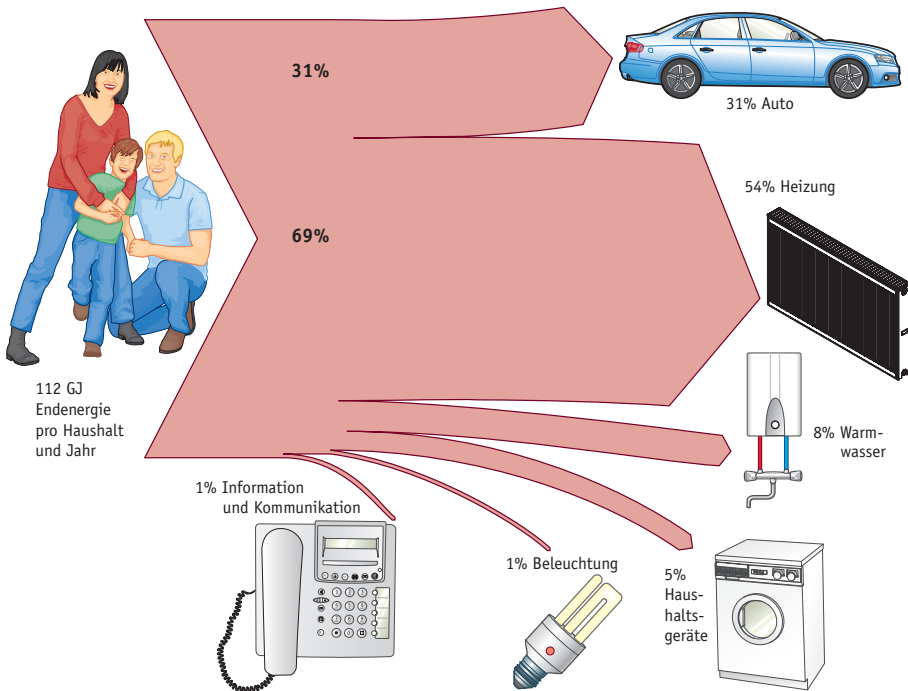

Abb. 2.10 ► Anteile des Energieverbrauchs eines deutschen Haushalts
- 13 Erzeugen Sie mit Hilfe eines Tabellenkalkulationsprogramms eine Tabelle, welche die der Abbildung 2.10 zugrundeliegenden Zahlen berechnet. Die Tabelle sollte folgendermaßen aufgebaut sein: